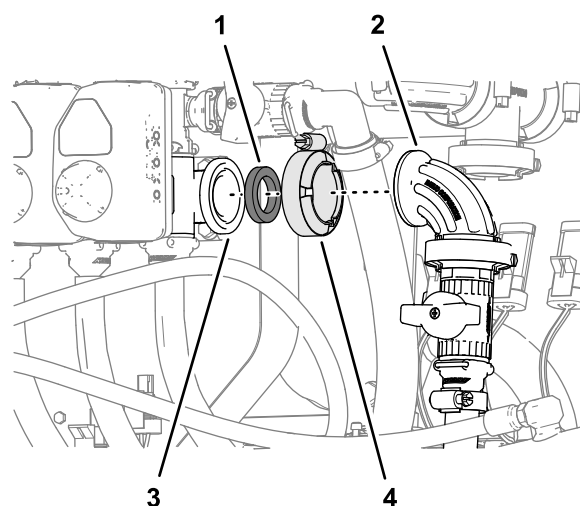

Figure 139
4. Assemblez le raccord à 90° de la vanne de coupure du kit applicateur manuel ou dévidoir électrique en option sur la bride de la vanne de buse 10 avec le collier bride et le joint que vous avez retirés à l'opération 1, et serrez le collier à la main (Figure 139).